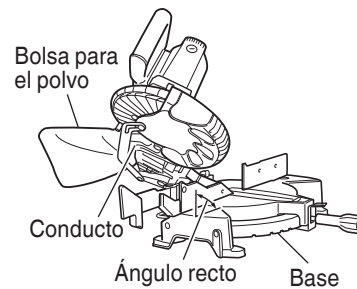

Fig. 33
- (1) Cuando la bolsa para el polvo esté llena de polvo, dicho polvo saldrá soplando de la bolsa para el polvo cuando gire la hoja de sierra. Compruebe periódicamente y vacíe la bolsa para el polvo antes de que se llene.
- (2) Durante el corte en bisel y compuesto, fije la bolsa para el polvo en ángulo recto con relación a la superficie de la base como se muestra en la Fig. 33.